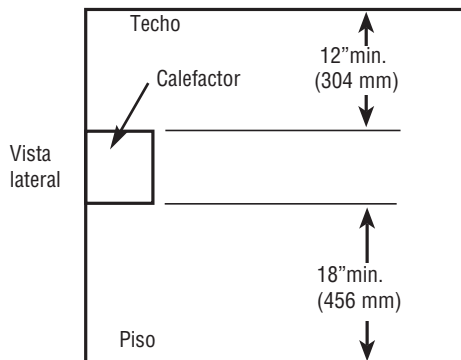

Figura 1: Distancias en una instalación normal
2. Posicione el calefactor en la pared en la ubicación de montaje deseada conservando las distancias mínimas indicada en la figura 1.